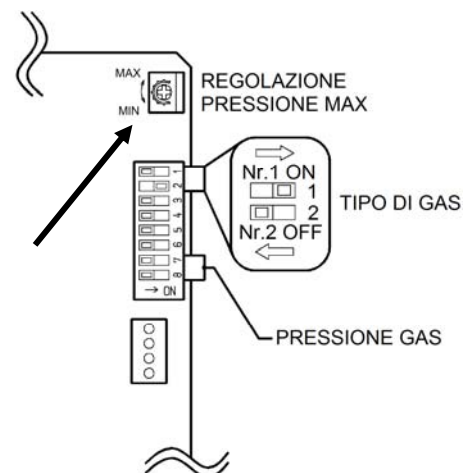

Fig. 6
14. Regolate la pressione di massimo sul potenziometro posto sulla scheda elettronica sopra ai microinterruttori (Fig.6) secondo i valori di pressione riportati di seguito. Il potenziometro è particolarmente sensibile, non ruotate più di qualche grado per volta; lasciate che la pressione si stabilizzi prima di modificarla nuovamente.